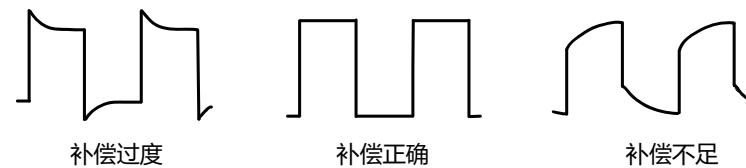

图 5.7 探头补偿
2. 检查所显示的波形形状并与 图 5.7 所得波形进行对比。